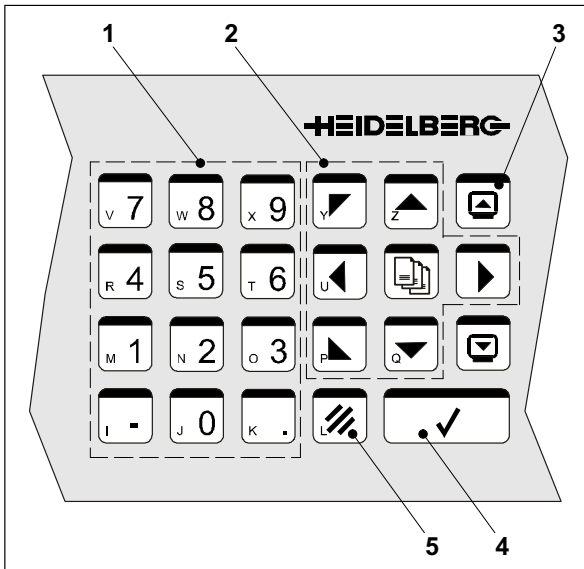

Fig. 23 Teclas de entrada y teclas de selección
- Las teclas de *introducción numérica* (Fig. 23/1) sirven para introducir valores numéricos.
- Las teclas de flecha (Fig. 23/2) sirven para aceptar/seleccionar valores, dependiendo del menú en el que se usen.
- Oprima la tecla *Retorno* (Fig. 23/3) siempre que quiera entrar en el menú que tiene el logotipo de **Heidelberg Druckmaschinen AG**.
- Para entrar en el siguiente menú de jerarquía superior, pulse la tecla *Intro* (Fig. 23/4).